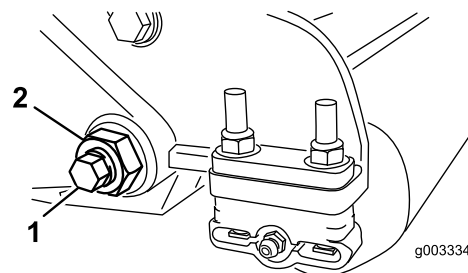
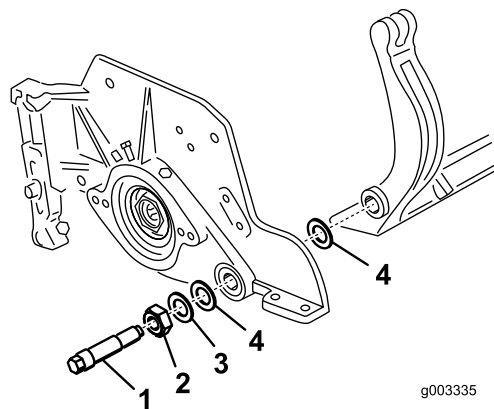

Figure 30
Figure 31
3. De chaque côté de la machine, desserrez le contre-écrou de fixation du boulon de la barre d'appui (Figure 30).
4. Retirez les boulons de la barre d'appui afin de pouvoir abaisser la barre et la déposer du boulon de la machine (Figure 30). Mettez de côté 2 rondelles en nylon et 1 rondelle en acier estampé à chaque extrémité de la barre d'appui (Figure 31).
4. Placez une rondelle en acier à l'extérieur de chaque rondelle en nylon (Figure 31).
Serrez les boulons de la barre d'appui à un couple de 27 à 36 N m. Serrez les contre-écrous jusqu'à ce que les rondelles d'acier extérieures cessent de tourner et que le jeu axial soit supprimé, mais ne serrez pas excessivement et ne faites pas fléchir les plaques latérales. Les rondelles peuvent présenter un espace à l'intérieur (Figure 31).